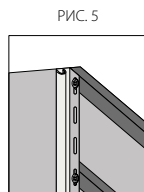

РИС. 5
4. Установка J - профиля. Для обрамления оконных и дверных проемов рекомендуется использовать J - профиля. Также J - профиль используется в качестве финишного элемента (рис. 5, 6). Допустимо использование наружных углов для обрамления оконных и дверных проемов. Придерживайтесь п. 5 Общих положений при монтаже элемента.